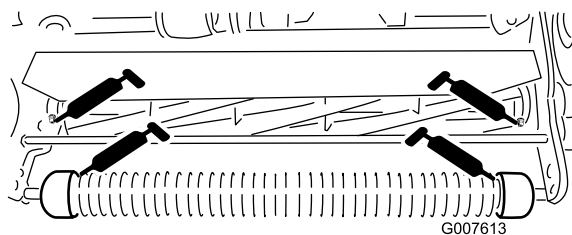

図 14
- ・ 前ローラ（2ヶ所）（図 14）
- ・ リール・ベアリング（2ヶ所）（図 14）